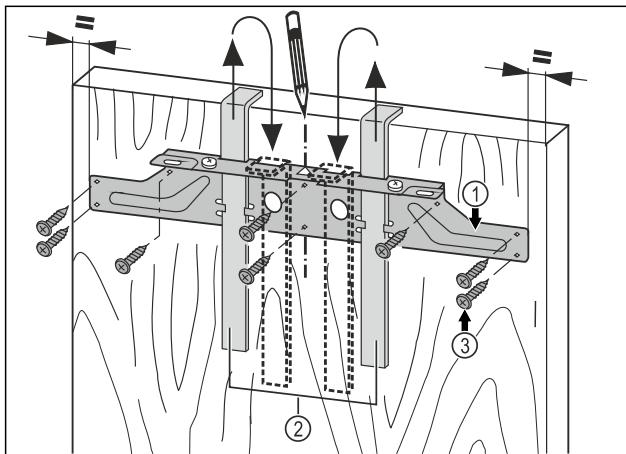

Fig. 45
- ▶ Objesite pričvrsnu poprečnu letvicu Fig. 45 (1) s pomoću montažnih pomagala Fig. 45 (2) na unutarnju stranu vrata namještaja.
- ▶ Poravnajte pričvrsnu poprečnu letvicu Fig. 45 (1) u sredini na vratima.
- ▶ Pričvrstite pričvrsnu poprečnu letvicu Fig. 45 (1) s pomoću najmanje 6 vijaka Fig. 45 (3).
- ▶ Pričvrstite pričvrsnu poprečnu letvicu Fig. 45 (1) s pomoću 4 vijaka Fig. 45 (3) na rubu.
- ▶ Izvucite montažna pomagala Fig. 45 (2) prema gore i utaknite ih okrenute u susjedne prihvatore otvore.